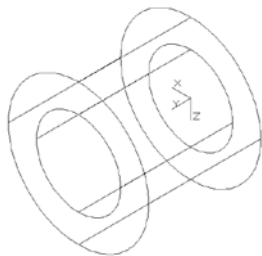

图 11.1 设置前的图
- （1）启动 AutoCAD 2012 后，绘制如图 11.1 所示的图形。